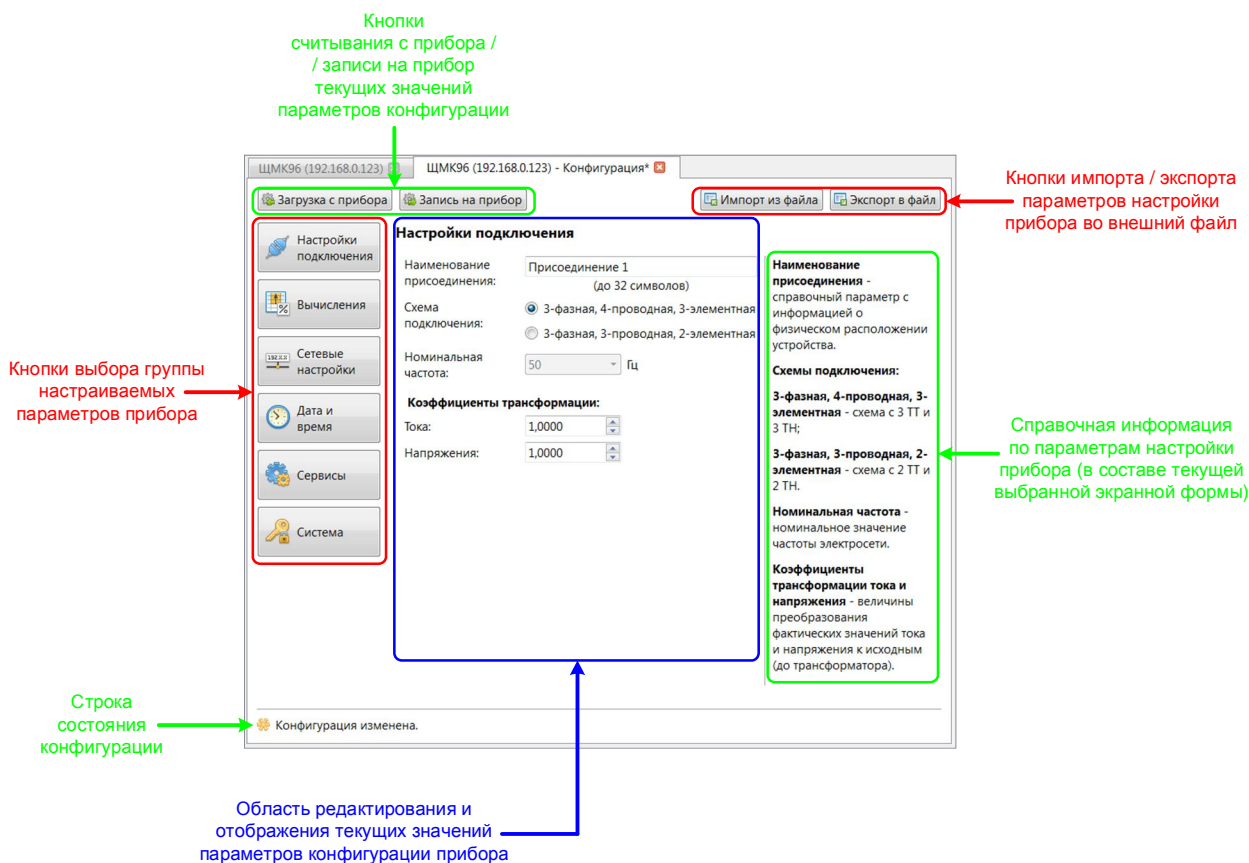
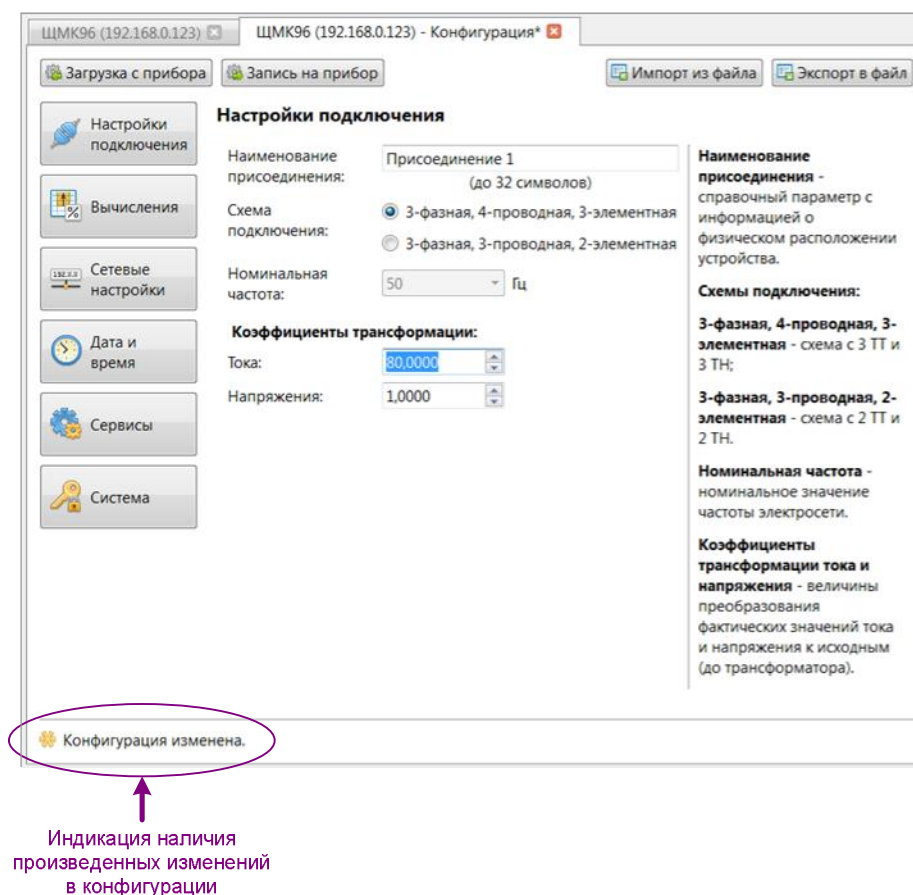

Рисунок 19 – Структура вкладки «Конфигурация» (в области отображения основной информации главного окна программы)
Рисунок 20 – Пример окна настройки конфигурационных параметров прибора с индикатором наличия произведенных пользователем изменений в конфигурации прибора
После выполнения вышеуказанной последовательности действий по п.п. 6.1.3.1–6.1.3.2 пользователю при нахождении во вкладке «Конфигурация» соответствующего прибора станет доступно выполнение записи на прибор (кнопка «Запись на прибор» – см. ниже Рисунок 19) текущих (измененных пользователем в программе) значений параметров конфигурации прибора.
6.2.2 В области редактирования и отображения текущих значений параметров конфигурации прибора (см. Рисунок 19) в соответствующих полях отображаются текущие значения параметров конфигурации прибора (см. ниже примечание). В этих же полях производится редактирование пользователем соответствующих значений параметров конфигурации прибора.
Примечание: Отображаемые (в соответствующих полях) текущие значения параметров конфигурации загружаются программой с самого прибора. При этом загрузка параметров конфигурации с прибора осуществляется программой однократно в момент установления сеанса связи с прибором из программы (в частности, при открытии в программе INI-файла, содержащего информацию о данном приборе; в момент запуска программы «Конфигуратор» (с автоматическим открытием последнего сохраненного в программе INI-файла, содержащего информацию о данном приборе), при добавлении нового прибора пользователем в список доступных для просмотра и конфигурирования приборов главного окна программы (по п. 4.4.2) и т.п.). Для выполнения принудительной повторной загрузки с прибора текущих значений параметров конфигурации прибора в программу имеется кнопка «Загрузка с прибора» (в верхней части области отображения вкладки «Конфигурация» – см. Рисунок 19).
6.2.3 В столбце кнопок выбора группы настраиваемых параметров прибора (расположенном на вкладке слева – см. Рисунок 19) нажатием соответствующей кнопки осуществляется выбор группы параметров, настраиваемых в области редактирования и отображения текущих значений параметров конфигурации прибора. При этом в области редактирования и отображения текущих значений выводится соответствующая экранная форма с полями для отображения и редактирования текущих значений параметров конфигурации прибора для соответствующей группы параметров (см. ниже примечание).
Примечание: Для приборов ЦМК96 определены следующие шесть экранных форм: 1) «Настройки подключения», 2) «Вычисления», 3) «Сетевые настройки», 4) «Дата и время», 5) «Сервисы» и 6) «Система», каждая из которых служит для настройки соответствующей группы конфигурационных параметров прибора и вызывается соответствующей кнопкой (в столбце кнопок выбора группы настраиваемых параметров – см. Рисунок 19). Описание работы с вышеуказанными экранными формами, включая настройку конфигурационных параметров прибора ЦМК посредством указанных экранных форм, приведено в последующих подразделах данного раздела руководства.
6.2.4 При изменении пользователем (редактировании) значений параметров конфигурации прибора (в соответствующих полях в области редактирования и отображения значений параметров конфигурации прибора) в строке состояния конфигурации (см. Рисунок 19) будет выводиться состояние «Конфигурация изменена» (см. ниже Рисунок 20). Состояние «Конфигурация изменена» сигнализирует о наличии произведенных пользователем в программе «Конфигуратор» изменений в настройках прибора, которые пока еще не были сохранены в самом приборе (см. также приведенное ниже примечание; о других возможных состояниях конфигурации, отображаемых в строке состояния – см. далее п. 6.2.5). При этом в случае, например, выхода из программы «Конфигуратор», указанные изменения в настройках могут быть не сохранены в приборе. Для гарантированного сохранения всех изменений в настройках прибора, выполненных пользователем в программе «Конфигуратор», в самом приборе следует нажать кнопку «Запись на прибор» (в верхней части области отображения вкладки – см. Рисунок 19 или 20).
символа «*» в имени вкладки «Конфигурация» прибора в строке открытых вкладок главного окна (см. Рисунок 20 (соответствующее имя вкладки на указанном рисунке – «ЩМК96 (192.168.0.124) – Конфигурация*»)).
6.2.6 Кнопка «Загрузка с прибора» (расположенная в верхней части области отображения вкладки «Конфигурация» – см. выше Рисунок 19 или 20) обеспечивает загрузку в программу «Конфигуратор» из прибора актуальных (содержащихся в приборе) значений параметров конфигурации прибора. При этом указанную кнопку можно
6.2.7 Кнопка «Запись на прибор» (расположенная в верхней части области отображения вкладки – см. Рисунок 19 или Рисунок 20) обеспечивает запись на прибор всех произведенных пользователем в программе изменений в конфигурации прибора. При этом для прибора ЦМК96 программа обеспечивает при нажатии на кнопку выполнение записи на прибор всей текущей конфигурации прибора в программе, т.е. всех значений параметров (во всех настраиваемых полях в области редактирования и отображения текущих значений параметров конфигурации во вкладке «Конфигурация») во всех группах параметров (на соответствующих экранных формах вкладки «Конфигурация» – см. примечание к п. 6.2.3) как измененных, так и не измененных пользователем в программе. Кроме того, для прибора ЦМК96 программа «Конфигуратор» после записи измененной конфигурации в прибор инициирует перезагрузку прибора (с целью немедленного вступления в силу изменений в конфигурации прибора).
6.2.8 Кнопка «Экспорт в файл» (расположенная в верхней части области отображения вкладки «Конфигурация» справа – см. Рисунок 19) обеспечивает выполнение экспорта из программы полного набора текущих настроек (значений параметров конфигурации) прибора в файл. Данная функция экспорта может применяться, например, для промежуточного сохранения редактируемой в текущий момент конфигурации прибора в программе или, например, в целях последующего тиражирования полностью настроенной в программе конфигурации прибора для применения в других приборах измерений ПКЭ (в частности, в приборах, относящихся к той же модели).
6.2.9 Кнопка «Импорт из файла» (расположенная в верхней части области отображения вкладки «Конфигурация» – см. Рисунок 19) обеспечивает выполнение импорта в программу значений конфигурационных настроек прибора из сохраненного ранее файла конфигурации прибора (для прибора ЦМК96 – файл с именем по умолчанию «sysreg_<N>.conf», где <N> – серийный номер прибора ЦМК96).